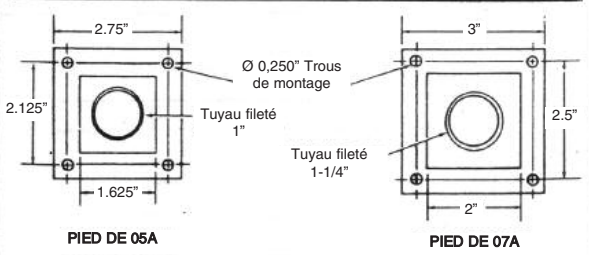

Figure 3b. Détails de pied
6. Percez des trous dans le sol (Figure 3b.) et installez des inserts filetés, ou l'équivalent pour des boulons de montage de 1/4" (inserts et écrous à fournir par l'installateur).